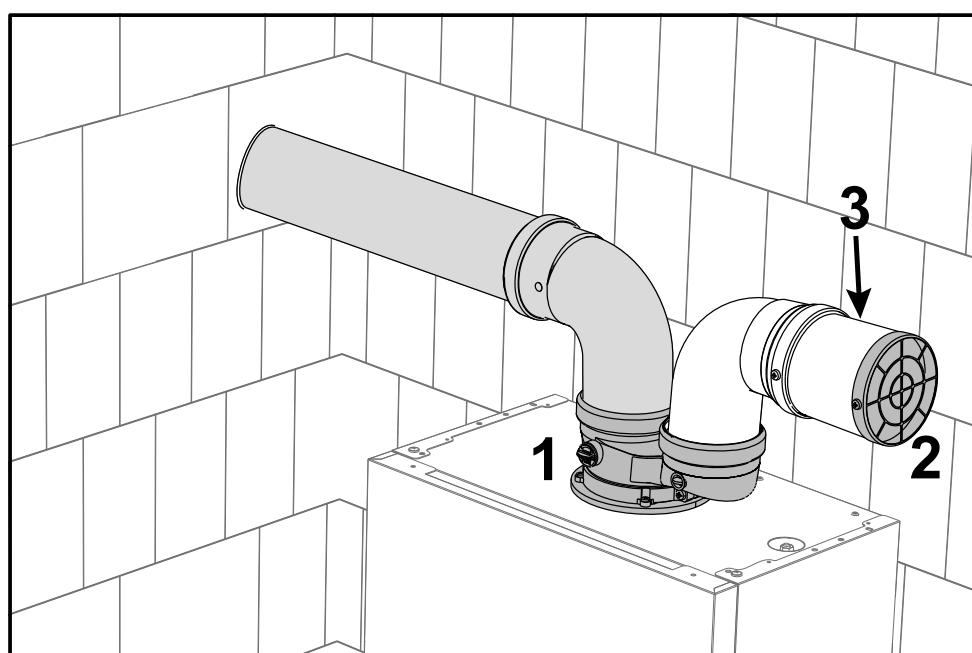

рис. 48- Защитная решетка
Установите соединительный элемент (поз. 1 рис. 48 - арт. COD_ACC). В воздухозаборную трубу должна быть установлена защитная решетка (поз. 2 - рис. 48 - арт. COD_GRI). При необходимости разместите патрубок (3) между решеткой и элементом.